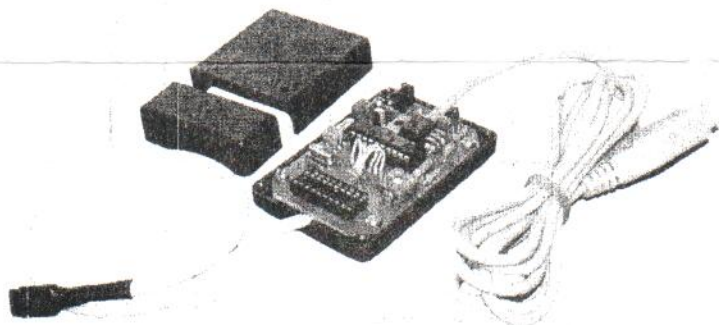
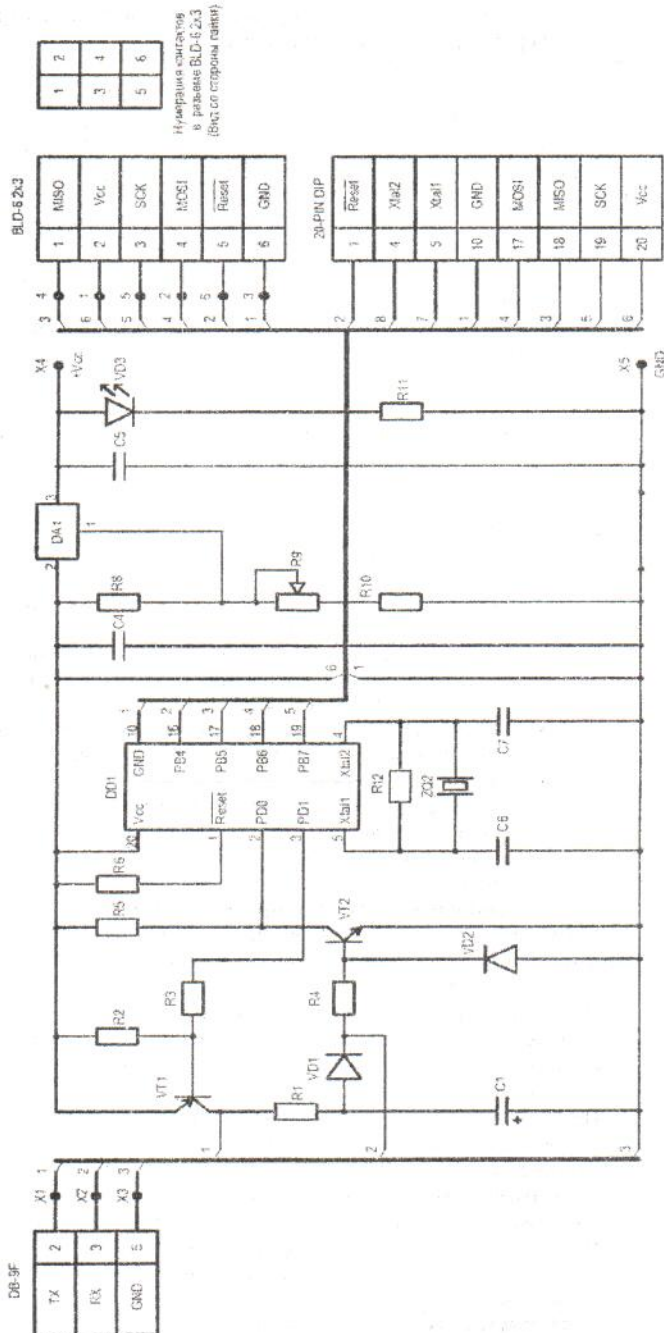
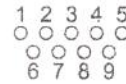

Рис.1 Общий вид устройства
Рис.2 Схема электрическая принципиальная
Рис.5 Нумерация контактов разъема DB-9F со стороны пайки
Общий вид устройства представлен на рис.1, схема электрическая принципиальная – рис.2.
Конструкция устройства позволяет монтировать программатор в корпусе BOX-G025 с использованием соответствующих монтажных отверстий (рис.1).
4. Используя монтажные провода, распаяйте разъемы DB-9F и BLD-6 2x3 (нумерации контактов разъемов показаны на рис.2 и рис.5);